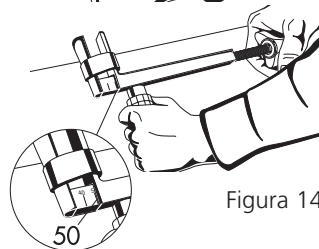

Figura 14
- 2) Virar a manopla para alargar os bicos do borne de divaricação (Figura 14), até alcançar o diâmetro desejado marcado na haste graduada (ex. \varnothing 50) e respeitar os tempos de estacionamento (ver tabela no fundo da página).